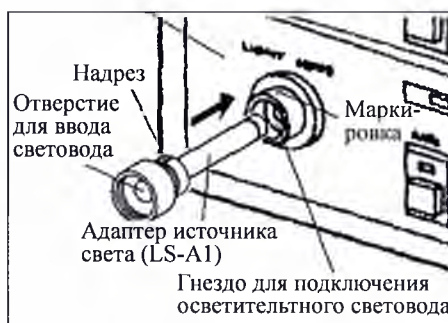

Рисунок 4
7.1.5 Вставить адаптер источника света в гнездо «LIGHT GUIDE» источника света передним концом вперед до упора так, чтобы надрез, нанесенный на адаптере, совпал с маркировкой у гнезда для подключения осветительного световода (см. рисунок 4).